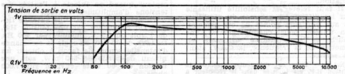

Fig. 6. — Courbe de réponse de l'amplificateur B. F.
b) Courbe de réponse de l'amplificateur basse fréquence. — Le relevé est fait comme pour l'étage final et donne les résultats que montre la courbe de la figure 6.